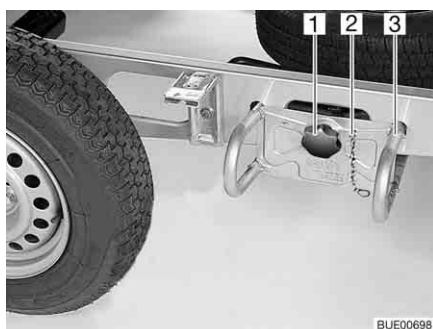

Fig. 222 Etrier de roue de secours
- Décrocher la chaîne de sécurité (Fig. 222,2).
- Desserrer et dévisser la poignée-étoile (Fig. 222,1).
- Sortir l'étrier de roue de secours (Fig. 222,3) d'environ 10 cm et le poser sur le sol.